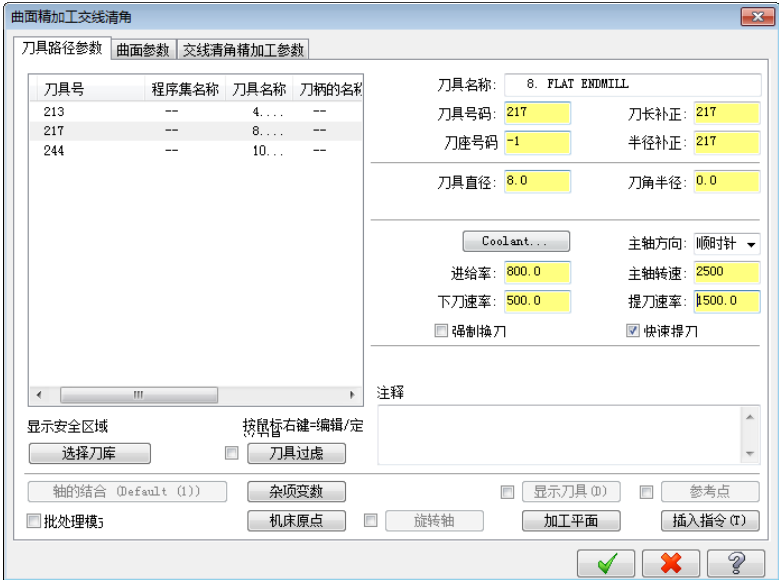

图 10-132 设置刀具路径参数
- 04 设置刀具路径参数。在“刀具路径参数”对话框中单击按钮，选取直径为 8mm 的平底刀，设置进给率为 800，下刀速率为 500，主轴转速为 2500，提刀速率为 1500，如图 10-132 所示。